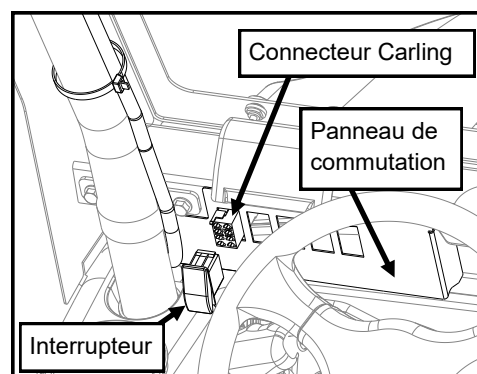

Fig. 3.B
3. Acheminer le connecteur Carling 8 broches (sur le harnais de câblage fourni) à travers l'une des découpes rectangulaires dans le panneau d'interrupteur. Branchez le connecteur Carling à l'arrière de l'interrupteur. Appuyez sur le commutateur dans le panneau de commutateur. (voir la figure 3.B). Installez tous les accessoires supplémentaires, puis attachez le panneau d'interrupteur au pare-brise.